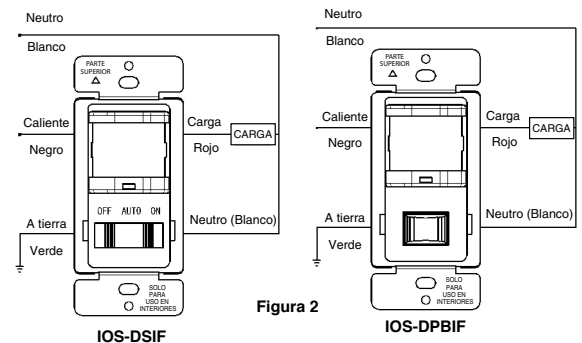

Figura 2
1. Conecte los cables conductores como se muestra en el DIAGRAMA DE CABLEADO (consultar Figura 2):